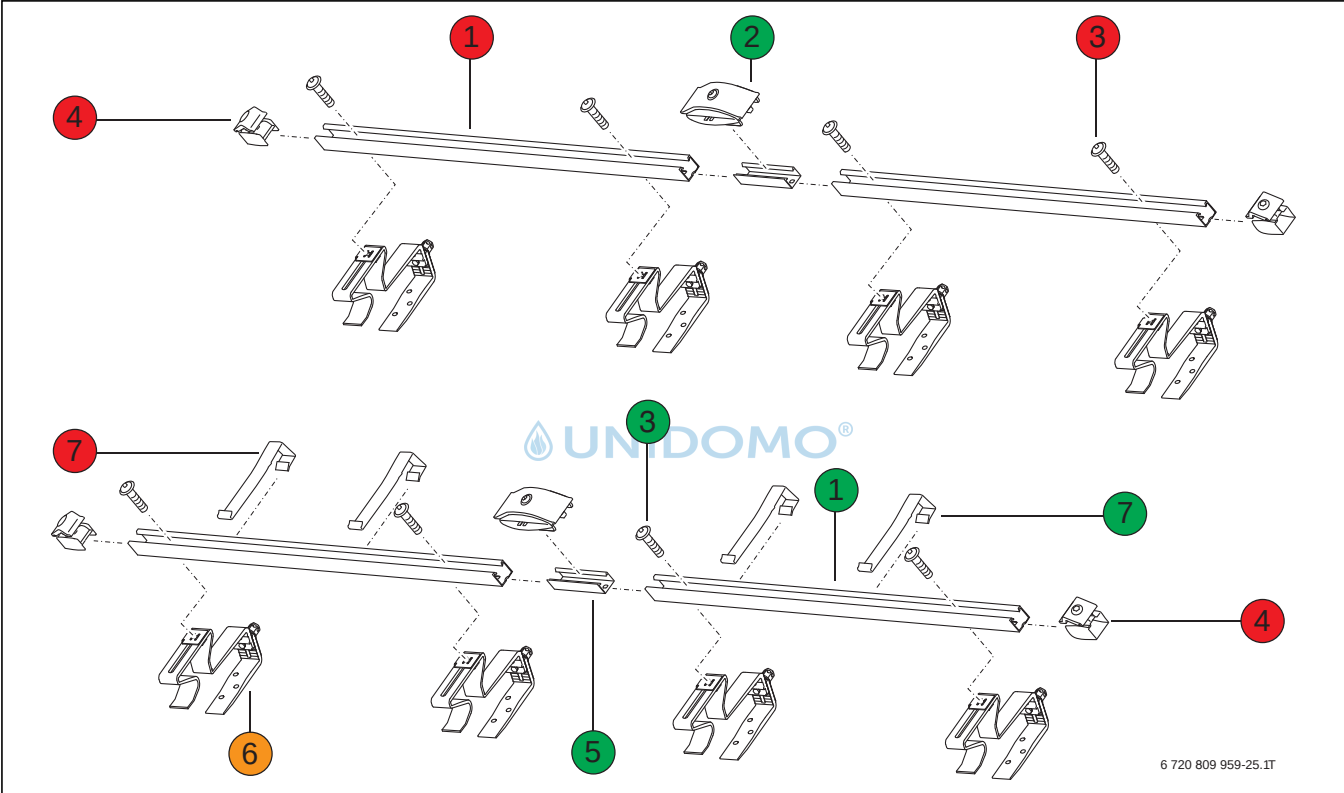
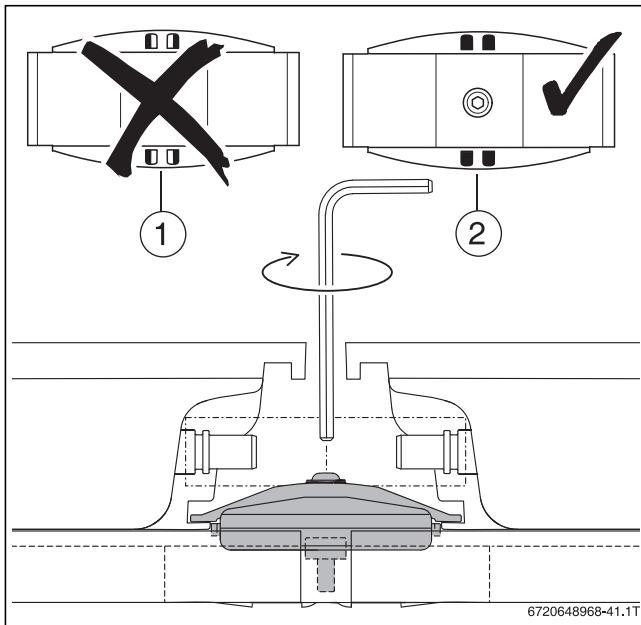

Bild 194 Montage-Set für 2 Kollektoren: 1 Montage-Set Grundaufführung, 1 Montage-Set Erweiterung und 2 Montage-Sets für Dachziegel
Bild 195 Doppelseitiger Kollektorspanner montiert
Das Überdachmontage-Set für Flachkollektoren FCC, FKC und FKT besteht aus einem Grundbausatz für den ersten Kollektor einer Kollektorreihe und einem Erweiterungsbausatz für jeden weiteren Kollektor in derselben Kollektorreihe (→ Bild 194). Der Erweiterungsbausatz für Aufdachmontage ist nur in Verbindung mit
einem Grundbausatz verwendbar. Der Erweiterungsbausatz enthält anstelle der einseitigen Kollektorspanner (→ Bild 194, [4]) doppelseitige Kollektorspanner (→ Bild 194, [2]) für die Festlegung des richtigen Abstands und die Fixierung von je 2 nebeneinanderliegenden Flachkollektoren FCC, FKC und FKT. Zur Überprüfung der richtigen Kollektorverbindung ist eine Anzeige im Doppleverbinder integriert (→ Bild 195, Seite 163).
1) In Bild 194 rot hervorgehoben